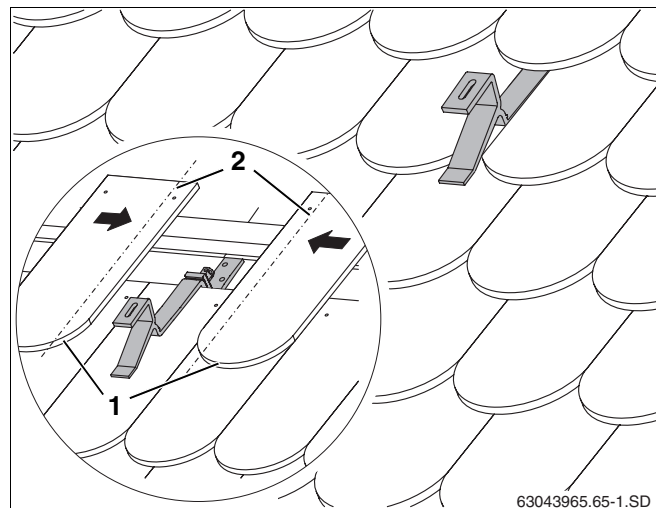

Рис. 20 Кровельный крюк на крыше, покрытой черепицей
- Обрезать примыкающую плоскую черепицу (рис. 20, **поз. 1**) по штриховой линии (рис. 20, **поз. 2**).